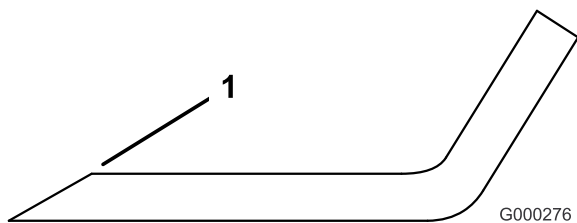

Figura 85
3. Inspeccione los filos de todas las cuchillas. Afilelos si están romos o tienen mellas. Afile únicamente la parte superior del filo y mantenga el ángulo de corte original para asegurar un filo correcto (Figura 85). La cuchilla permanecerá equilibrada si se retira la misma cantidad de metal de ambos bordes de corte.